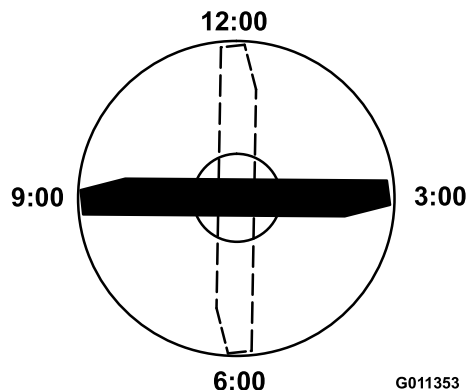

Figura 94
4. Posicione a extremidade de corte da extremidade marcada da lâmina nas 12 horas (a direito na direção do corte) (Figura 94) e meça a altura da mesa à extremidade de corte da lâmina.
5. Rode a extremidade marcada da lâmina para as posições das 3 horas e das 9 horas (Figura 94) e meça as alturas.